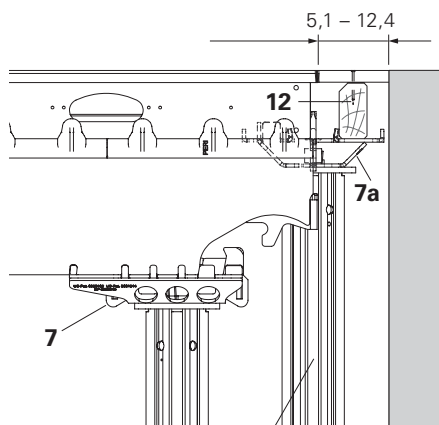

Fig. A5.24
1. Appoggiare la trave SLT (2) su un puntello discostato dalla parete e dotato di testa combi SCK (7) o testa d'appoggio SSK (6).
3. Predisporre un travetto SPH (12) o un'orditura SRT (9) di adattamento.
4. Appoggiare il pannello di rivestimento e inchiodare. (Fig. A5.24 + A5.25)